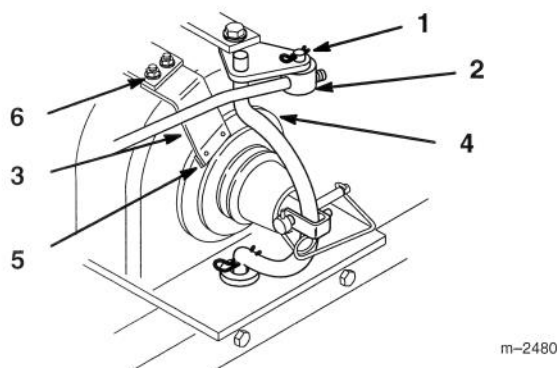

Abbildung 29
3. Zur Einstellung der Kupplung den Haarnadelstift entfernen und den Drehzapfen um jeweils eine Umdrehung auf die Stange drehen, bis mäßiger Widerstand vorhanden ist, wenn die Kupplung eingreift, und der Kupplungsschlupf beseitigt ist (Abb. 29).
4. Zur Einstellung der Bremse die PTO-Kupplung eingreifen lassen und (2) Einstellmuttern lösen (Abb. 29).
5. Eine 0,012 Inch-Fühlerlehre (0,3 mm) zwischen Bremsklotz und Kupplungsscheibe halten. Den Bremsklotz gegen die Fühlerlehre drücken und die Einstellmuttern festziehen (Abb. 29).